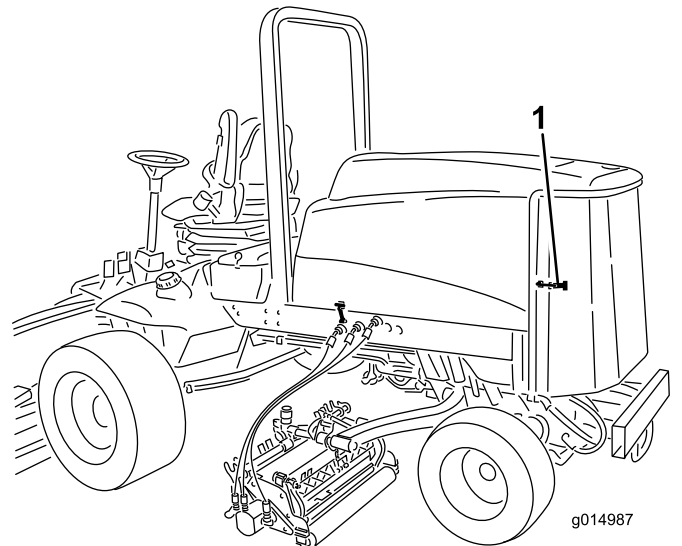

Bild 93
1. Entriegeln und schwenken Sie das hintere Drehgitter in die geöffnete Stellung (Bild 93). Entfernen Sie alle Schmutzrückstände aus dem Drehgitter.